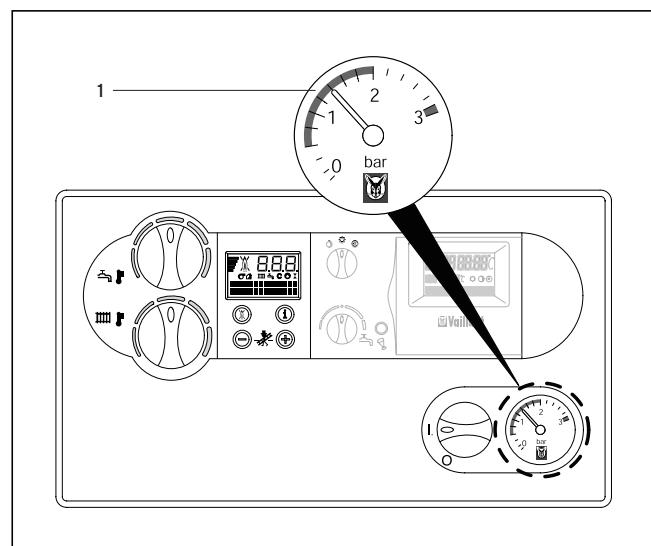

Bild B.13: Påfyllning av panna/värmeanläggning
- Ställ i så fall vridknappen (1) för inställning av framledningstemperaturen för värme på vänster anslag (bild B.13).